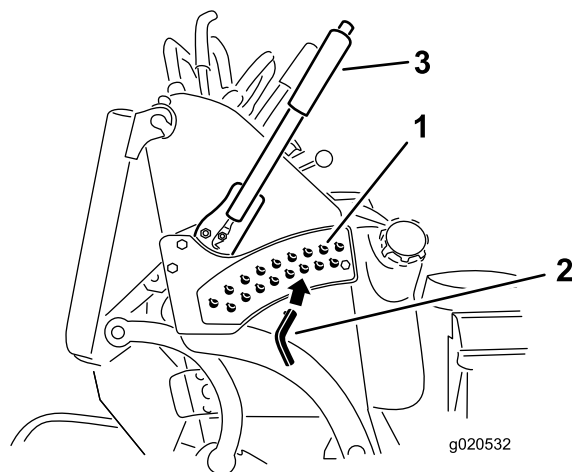

Figure 21
3. Placez la goupille dans le trou du support correspondant à la hauteur de coupe voulue (Figure 21).
4. Poussez le bouton sur le dessus et abaissez le levier de réglage de hauteur de coupe jusqu'à la goupille (Figure 21).